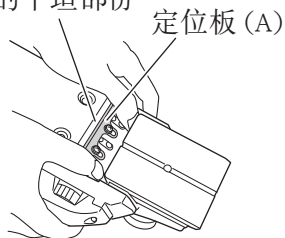
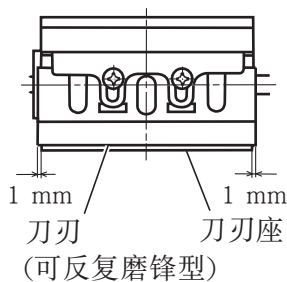

图 17
图 21
- (5) 如图 17、18 所示，将安装在定位板 (B) 上的定位板 (A) 的转动部份插入刀刃座平坦部份的槽中。
- (1) 将安装在刀刃上的定位板 (A) 的转动部份插入位于刀刃座平坦部份的槽中(见图 17, 20)。安上刀刃, 使刀刃的两面均从刀刃座的边缘伸出约 1 mm (见图 21)。